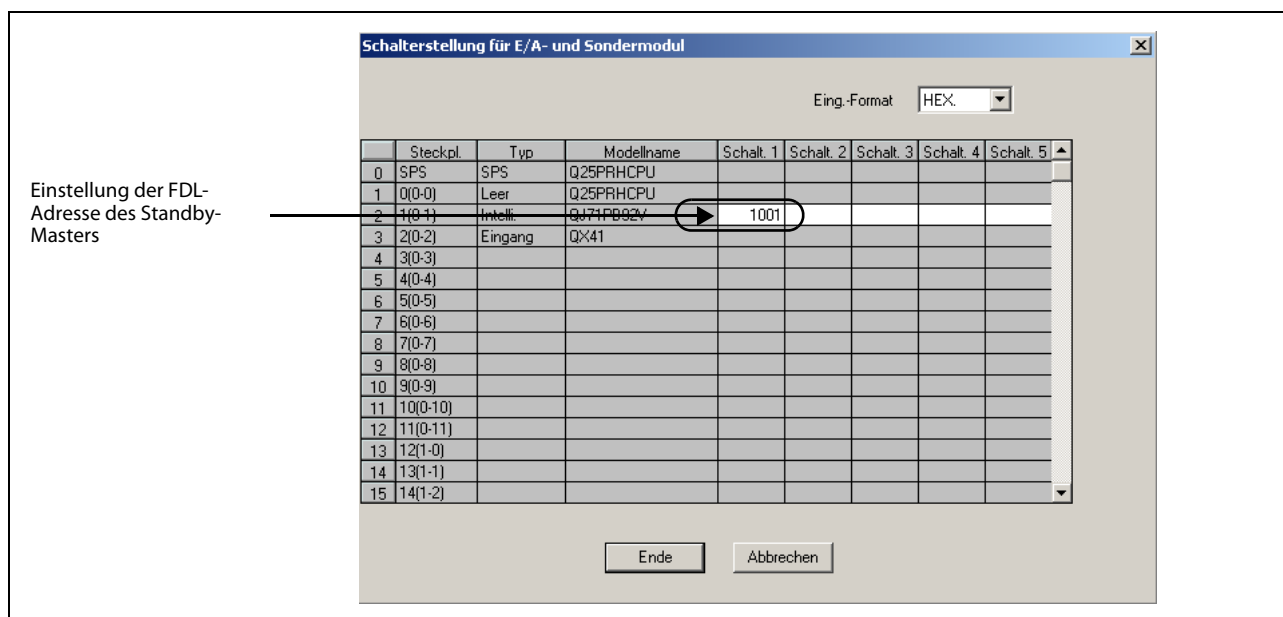

Abb. 8-39: Schalterstellung für E/A- und Sondermodul
- ② Stellen Sie FDL-Adresse der Standby-Master-Station in den Schalterstellungen für E/A- und Sondermodule des GX (IEC) Developer ein (siehe Abb. 8-39).